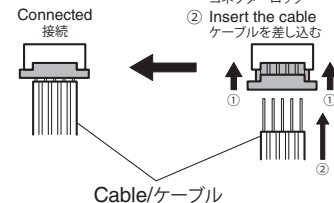

Fig. 2
- Remove CB901 and remove the DIGITAL (3) P.C.B.. (Fig. 2)
4. Removal of DIGITAL (1) P.C.B.
- Remove 3 screws. (⑩). (Fig. 2)
- Remove CB34, CB73, CB904, CB913 and CB31 (B, G, F models). (Fig. 2)
- Unlock and remove CB906-907 and CB911. (Fig. 2)
- Remove the DIGITAL P.C.B. which is connected directly to the OPERATION (2) P.C.B. with board-to-board connectors. (Fig. 2)
- ⑦ のネジ 2 本を外します。 (Fig. 2)
- AM/FM チューナーに接続されているケーブルを外し、AM/FM チューナーを取り外します。 (Fig. 2)
- ⑩ のネジ 3 本を外します。 (Fig. 2)
- CB34、CB73、CB904、CB913 を外します。 (Fig. 2)
- ロックを外し、CB906～907、CB911 を外します。 (Fig. 2)
- DIGITAL P.C.B.を取り外します。ただし、DIGITAL P.C.B.は OPERATION (2) P.C.B. に基板対基板コネクタで直接接続されています。 (Fig. 2)
- Remove screw (⑪), 2 screws (⑫) and 5 screws (⑬). (Fig. 2)
- ⑪ のネジ 1 本、⑫ のネジ 2 本、⑬ のネジ 5 本を外します。(Fig. 2)
- c. Remove screw (⑪), 2 screws (⑫) and 5 screws (⑬). (Fig. 2)